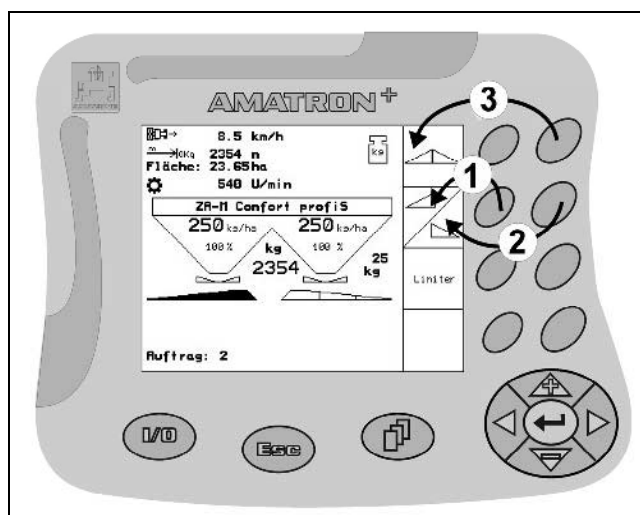

Fig. 8
- svarer den venstre tasten til funksjonsteltet øverst til venstre (Fig. 8/1).
- svarer den høyre tasten til funksjonsteltet øverst til høyre (Fig. 8/2).
Hvis det bare vises kvadratiske felt på displayet, er det bare høyre tast som er koblet til funksjonsfeltet (Fig. 8/3).